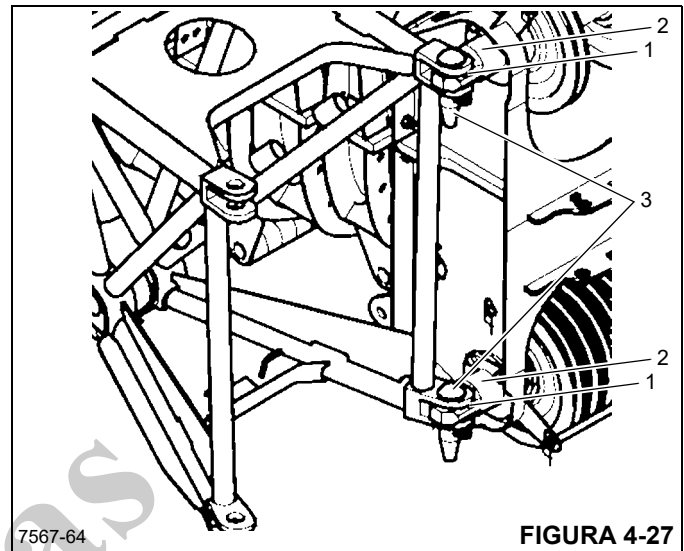

FIGURA 4-27
6. Alinhe os olhais de montagem do lado esquerdo da extensão (1) aos olhais de montagem do lado direito da extremidade da lança (2) (Figura 4-27).
7. Instale os pinos (3) através dos olhais de montagem e prenda com os grampos de retenção.